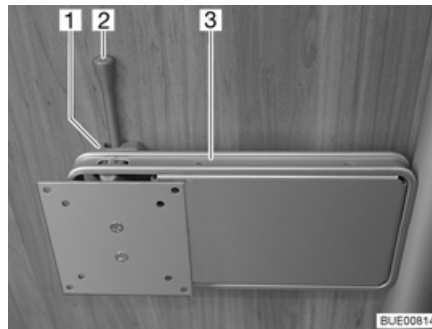

Bild 90 Fäste på pelare
- Tryck låsspaken (Bild 90,2) åt sidan och sväng fästet (Bild 90,3) med den platta bildskärmen till önskat läge.
- Vrid tillbaka den platta bildskärmen tills fästet (Bild 90,3) hakar fast i låset (Bild 90,1).